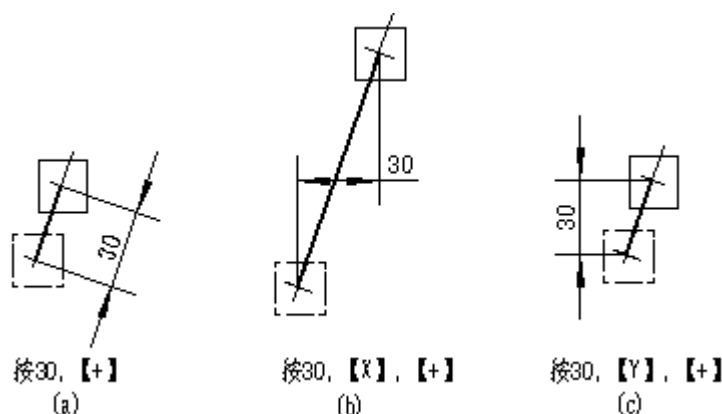

图 4.1-28
当光标有一定角度，需按给定角度的方向画线时，通常用第三种画线方式，如图 4.1-28(a)所示，其操作步骤为：
- 画给定长度：键入一数据后再按【+】，沿光标方向画给定长度直线，如图 4.1-28 (a)；
- 画X(或Y)方向为给定长度：键入一数据后按【X】(或【Y】)，再按【+】，则沿光标方向画一直线，直线的X或Y方向的分量为所输入的数据。如图 4.1-28 (b)、(c) 所示。